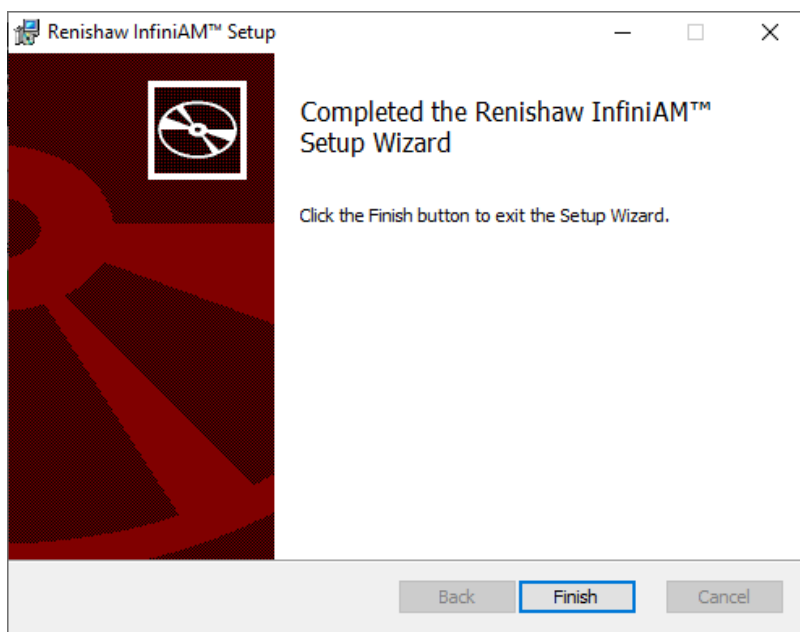

Imagen 56 Asistente de configuración finalizado
9. Haga clic en “Terminar” (consulte Imagen 56).